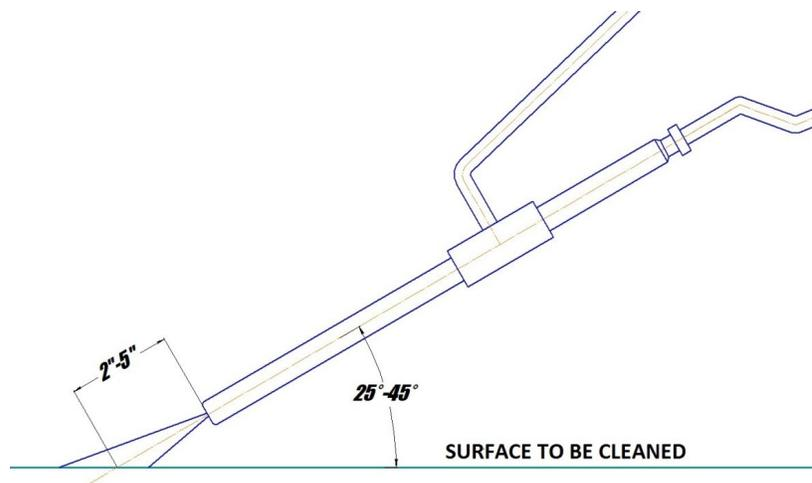

Figura 5.2 - Posición de la lanza para obtener los mejores resultados
Una vez que la unidad hidráulica está operativa y la corriente de chorro de agua fluye desde la lanza, el operador del ROV tiene que encontrar la distancia más efectiva entre la boquilla de la lanza y la superficie que se limpia. (Ver Figura 5.2)
2. La técnica de operación más eficiente es mantener la boquilla a 5-12 cms (2-5 pulgadas) de la superficie a limpiar y en un ángulo de 25 a 45 grados con respecto a la superficie que se va a limpiar (ver Figura 5.2). El operador del ROV debe observar la forma del cono de chorro de cavitación. A mayores profundidades, la presión ambiental más alta hará que el cono del chorro sea más corto. La zona más ancha del cono es la parte más eficiente del chorro de cavitación. Colocar la boquilla a menos de 5 cms (2 pulgadas) de la superficie a limpiar no permitirá un rendimiento de cavitación eficiente y degradará la capacidad de limpieza dLa CaviBlaster® sistema.